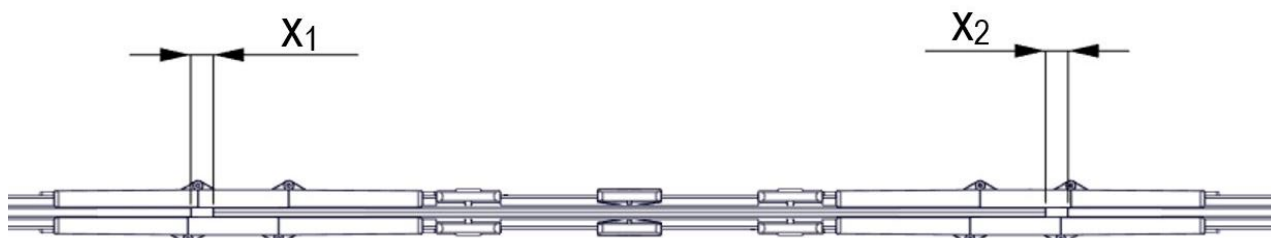
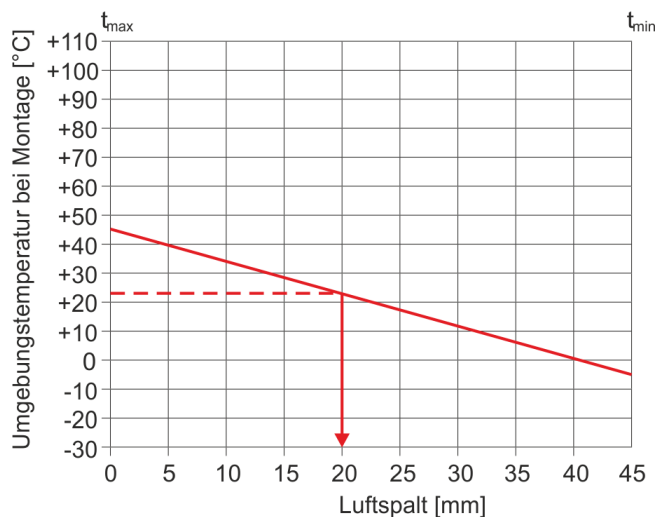

Abb. 89: Dehnspalt im Dehnelement
Abb. 90: Maß des Luftspalts ermitteln
- Das Maß des Luftspalts ist abhängig von der Umgebungstemperatur während der Montage. Das Luftspalt-Maß, bestehend aus den Dehnstellen-Maßen x_1 und x_2 (siehe Abb. 89), mithilfe des Diagramms ermitteln (siehe Abb. 90 bzw. das Vorlagen-Diagramm in Kapitel 12.2). Das ermittelte Maß von unten einstellen. Das Maß muss an den Dehnstellen nicht symmetrisch eingestellt werden.